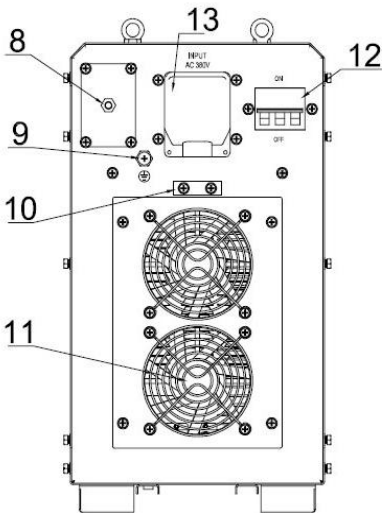
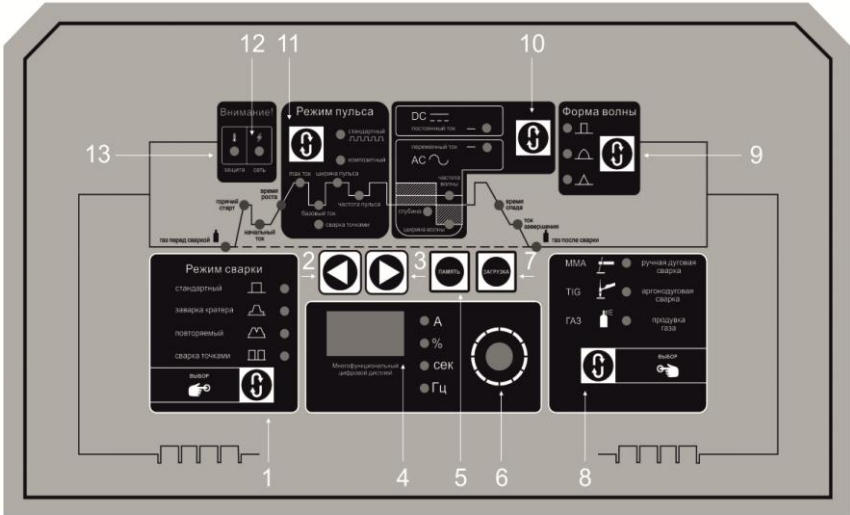

Рис.2. Задняя панель
Рис.3. Панель управления
1. Нажмите кнопку «ЗАГРУЗКА» (Рис.3, п.7) для выбора номера программы. Для перехода к следующей программе или другой нажмите на кнопку «ЗАГРУЗКА» повторно.
1. Выберите номер программы для выбранного параметра при помощи кнопки «ЗАГРУЗКА» (Рис.3,п.7).
2. Установите необходимые величины параметров при помощи ручки выставления параметров (Рис.3,п.6). Переход к выбранному параметру осуществляется при помощи кнопок выбора параметра (Рис.3,п.2,3).
3. Сохраните выбранный номер программы для выбранного и установленного параметра в памяти, нажав кнопку «ПАМЯТЬ» (Рис.3,п.5). Дисплей мигает, указывая на сохранение номера программы в памяти сварочного аппарата (Рис.3,п.4).
Для подключения аппарата к сети, необходимо использовать сетевой кабель. Его необходимо подключить с требуемыми параметрами и проверить соединение, т.к. окисления могут привести к серьезным последствиям и даже поломке. Другой конец сетевого кабеля подключите к соответствующему разъему на задней панели аппарата (Рис.2,п.13). Заметьте, что аппарат **TIG-357 DP AC/DC** необходимо подсоединить к **трехфазной** питающей сети с напряжением **380 В**. Затем проверьте с помощью мультиметра, чтобы технические данные на задней панели аппарата соответствовали напряжению и частоте питающей сети.
Снабжение газом: Подсоедините газовый шланг к медному штуцеру (Рис.2,п.8). Система газоснабжения, состоящая из газового баллона, редуктора и газового шланга, должна иметь плотные соединения, чтобы обеспечить надежную подачу газа, что является чрезвычайно важным для осуществления TIG сварки.
Проверка газа: нажмите на кнопку проверки газа для проверки работы клапанов, клапаны исправны при поступлении газа (Рис.3,п.8).
Заземлите аппарат для предотвращения возникновения статического электричества и утечки токов (Рис.2,п.9).
После выполнения действий, указанных выше, переведите тумблер в положение “Вкл.” (Рис.2.п.12), аппарат начнет свою работу с включения амперметра и работы вентилятора. С помощью переключателя “AC/DC” выберите режим AC или DC (Рис.3,п.10).
С помощью переключателя режимов выберите режим TIG (Рис.3,п.8).
После выполнения всех необходимых работ выключите аппарат посредством перевода тумблера в положение "Выкл." (Рис.2,п.12). Проверьте, ничего ли не тлеет вокруг, т.к. пожар может начаться не сразу, а через некоторое время.
После выполнения действий, указанных выше, переведите тумблер в положение "Вкл." (Рис.2,п.12), аппарат начнет свою работу с включения амперметра и работы вентилятора.
С помощью переключателя режимов выберите режим ММА (Рис.3,п.8).
Внезапная остановка может произойти из-за перегрева. При перегреве аппарата загорается индикатор (Рис.3,п.12) , и процесс сварки автоматически останавливается. При этом, не отключая аппарат, дождитесь, пока внутренняя температура не станет соответствовать стандартному диапазону. И погаснет лампа индикатора.